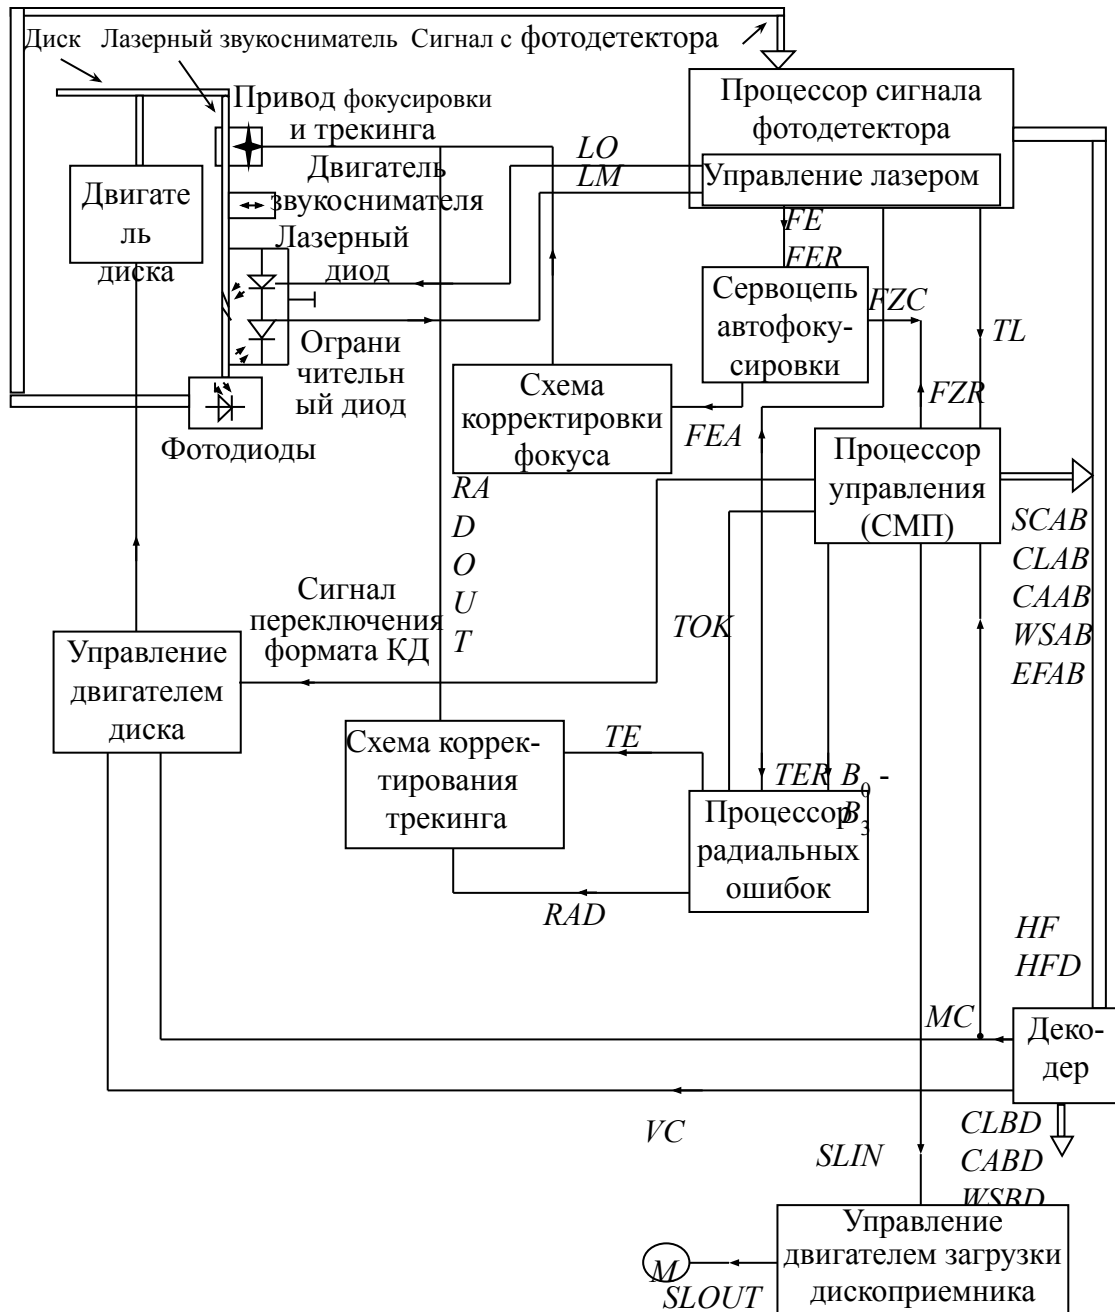

Рис.17 Блок-схема сервосистем управления и контроля проигрывателя компакт-дисков
- Цифровой СИ с выхода MPEG-2 декодера поступает на вход цифрового процессора High-Bit Sampling Video D/A Converter. Он осуществляет повышение разрядности (интерполяцию) и удваивает частоту дискретизации (см. **Рис.17**).